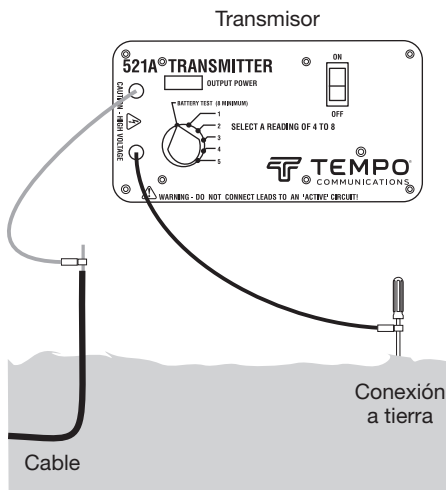

Figura 1 – Instalación del Transmisor
1. Con el transmisor apagado, conecte el conductor rojo al cable que se va a localizar y el conductor negro a una buena conexión a tierra con la punta a tierra suministrada. (Consulte la Figura 1).